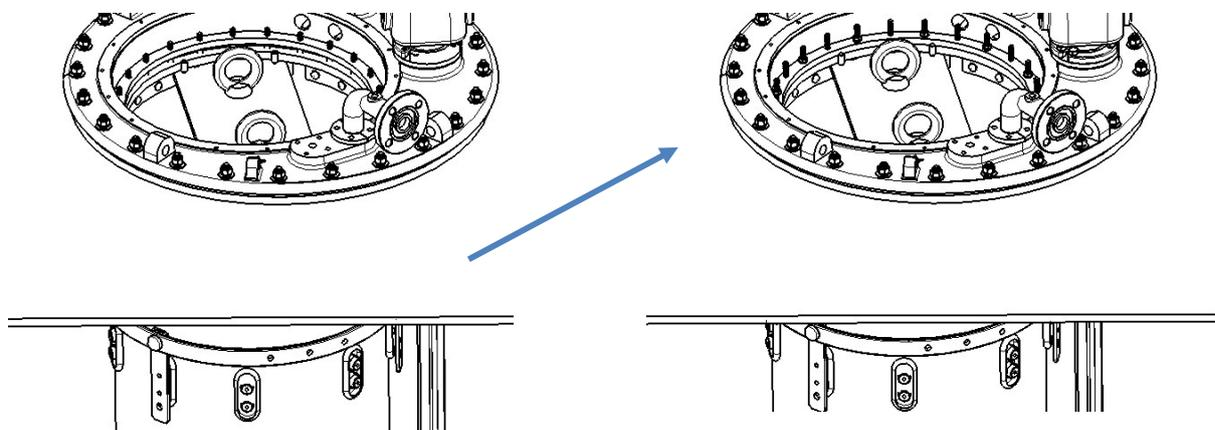

图 17
4. 用专用吊具将分接开关稍稍提起。要确保支撑法兰所有螺杆在开关固定孔准确定位。（见图 17）